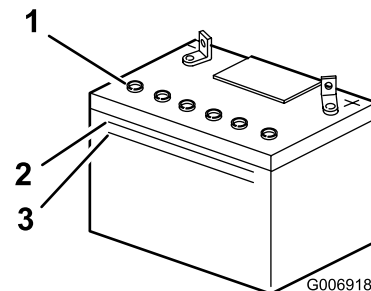

Bild 29
2. Sehen Sie sich die Seite der Batterie an. Der Füllstand muss bis zur oberen Linie reichen (Bild 29).
Hinweis: Der Säurestand darf nicht unter die untere Linie fallen (Bild 29).
3. Entfernen Sie die Entlüftungsdeckel von der Batterie (Bild 29).
5. Warten Sie nach dem Füllen der Batteriezellen fünf bis zehn Minuten. Gießen Sie bei Bedarf destilliertes Wasser in jede Batteriezelle, bis der Säurestand die obere Linie (Bild 29) am Batteriegehäuse erreicht.